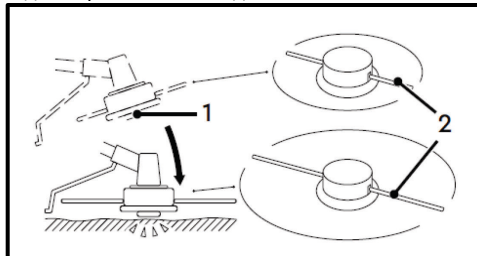

Рис. 43
- Вдарте натискною кнопкою (1) котушки по землі (Рис. 43). Робоча довжина ліски (2) повинна збільшитися, а надлишкова довжина ліски автоматично буде відрізана нерухомим обрізним ножем, який розташований на захисному кожусі;